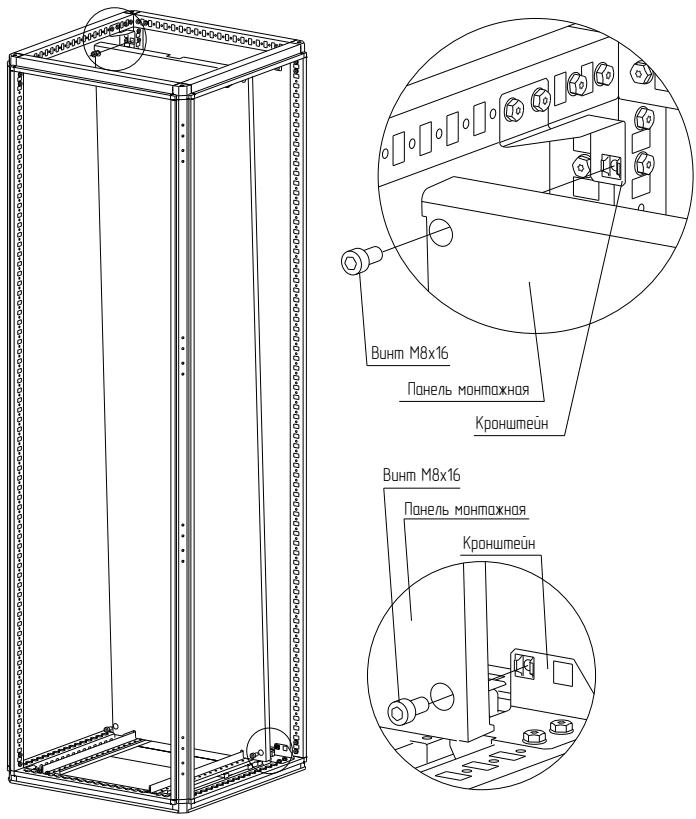

Рисунок 10
4.4.4 Прислоните панель монтажную к кронштейнам и закрепите винтами М8х16 (рисунок 10). Момент затяжки – 10 Н·м.